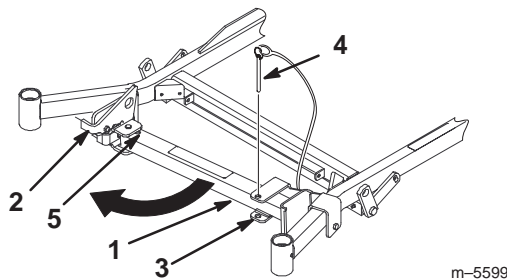

Figure 30
2. Retirez la goupille du support (Fig. 30).
3. Soulevez le verrou. Déployez le pied du support et poussez le support vers la machine, au bas de la fente (Fig. 30 et 31).
4. Ramenez le support à sa position de repos (Fig. 30).